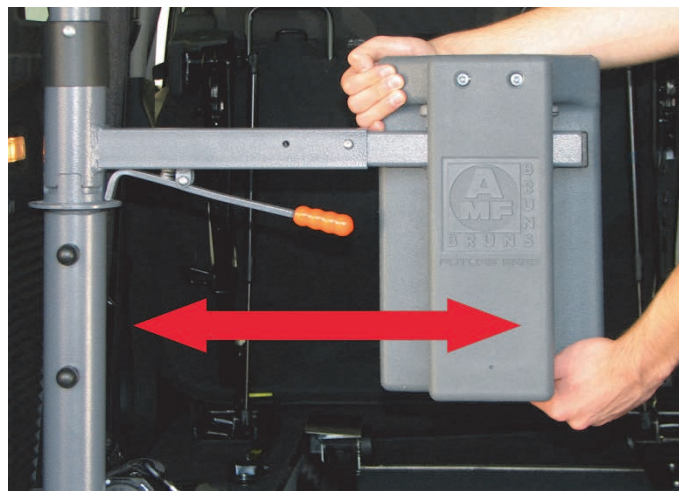

Abbildung 5: Schwenkarm einschieben oder ausziehen
- ⇒ Ergreifen Sie die Kopfstütze oder Rückenlehne mit beiden Händen (siehe Abbildung 5).